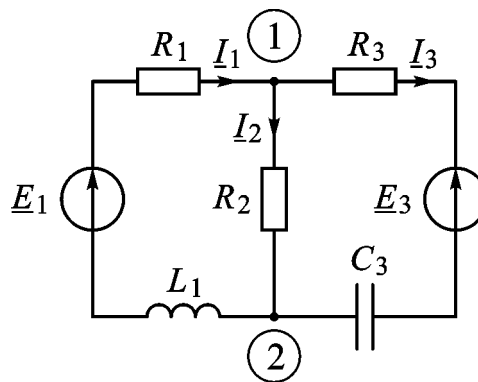

Рис. 7
2.1. Для схемы (рис. 7) в соответствии с данными своего варианта рассчитать комплексные действующие значения токов в ветвях схемы и напряжения на элементах схемы. Модули и фазы рассчитанных величин записать в таблицу 8.
3.1. Собрать схему (рис. 7). Установить заданные значения элементов схемы, величины напряжения и начальные фазы источников питания. Установить режим измерения амперметра и вольтметра «АС» (alternating current – «переменный ток»), сопротивление амперметра 1 МОм, сопротивление вольтметра 100 МОм.